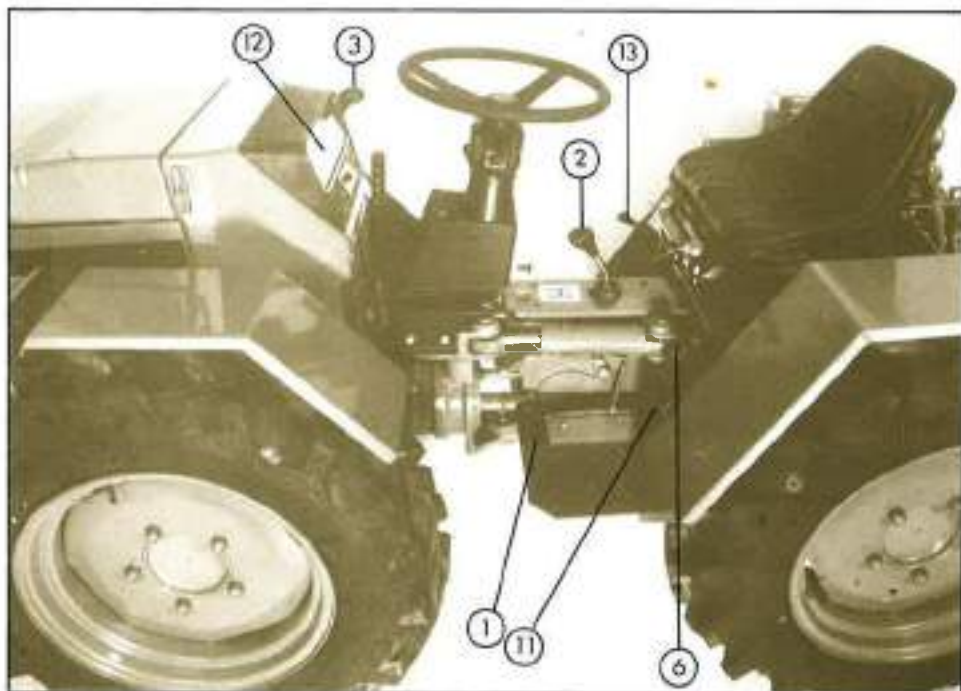

Fig 7
2. PALANCA DE SELECCION DE VELOCIDADES. Selecciona las diferentes velocidades segun Fig. 7 y 8.
2. GEAR SELECTION LEVER. The speeds are selected according to the plan fig. 7 and 8.
2. LEVIER DE VITESSES. Sélectionner les vitesses selon le schéma de la figure 7 et 8.